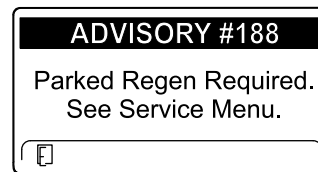

Figura 41
- Regeneración estacionaria necesaria AVISO N° 188 (Figura 41)